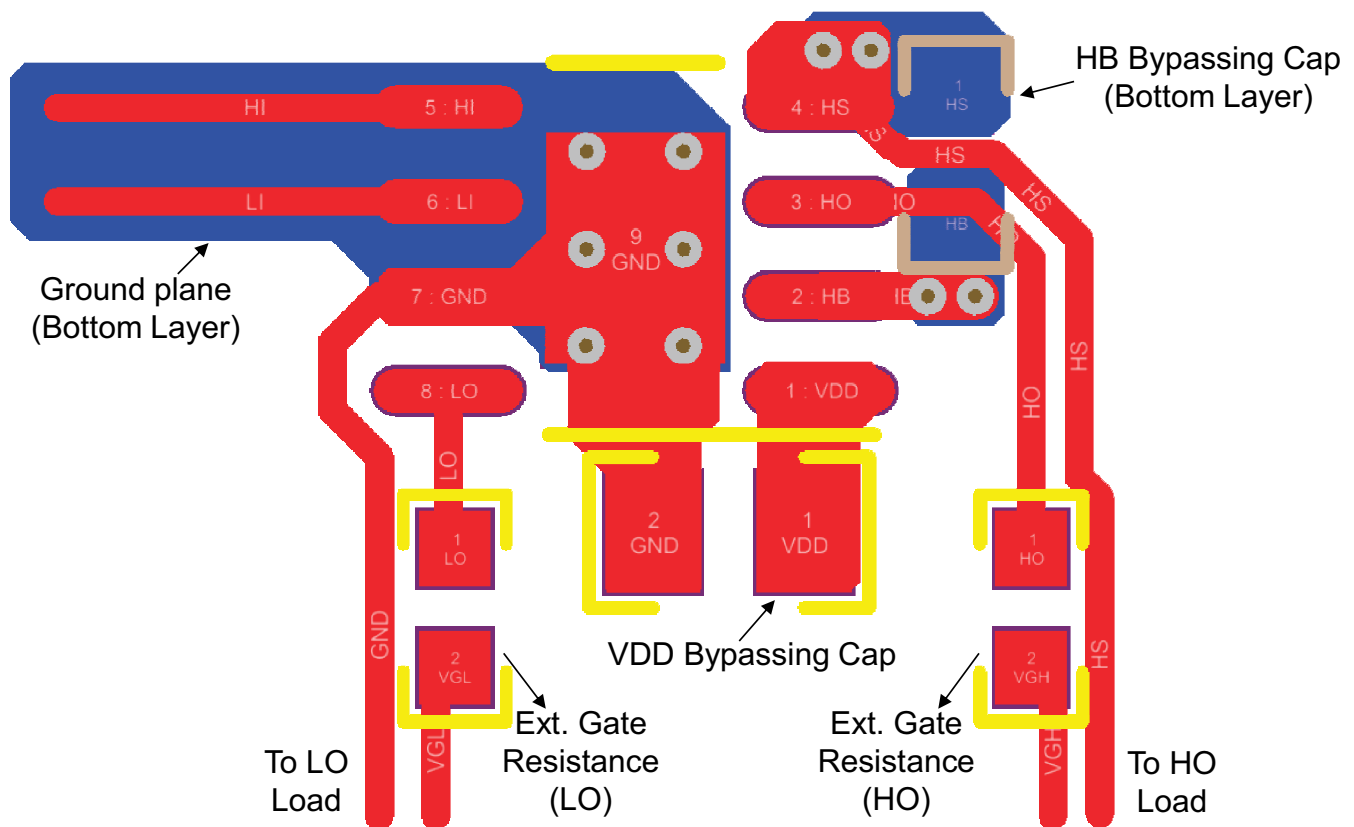

図 9-1. UCC27211A-Q1 の PCB レイアウトの例
- V_{DD} - V_{SS} および V_{HB} - V_{HS} (ブートストラップ) コンデンサは、デバイスにできるだけ近づけて配置します (図 9-1 参照)。